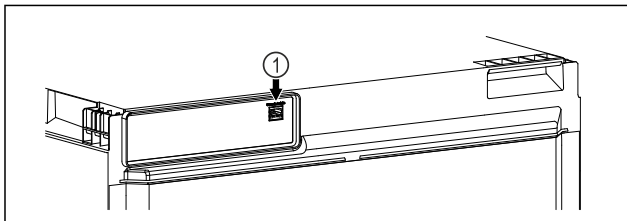

Fig. 17
- ❑ SmartModule Fig. 17 (1) ist eingesetzt.